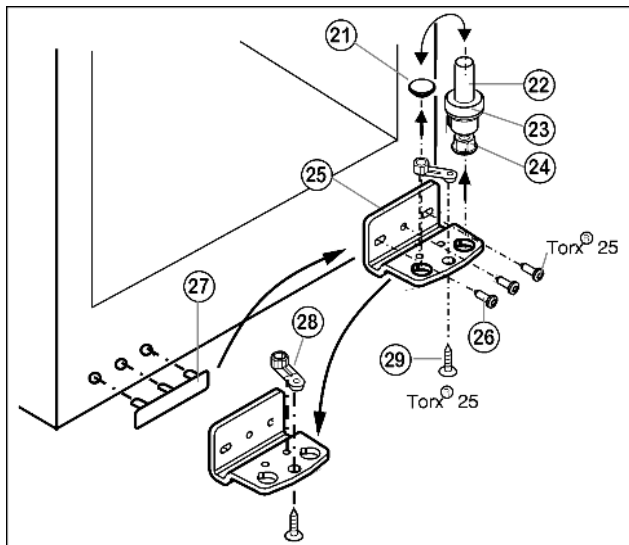

Fig. 6
- ▶ Extraiga el perno de cojinete Fig. 6 (22) completo, con arandela Fig. 6 (23) y pata de ajuste Fig. 6 (24), hacia arriba.
- ▶ Levante los tapones Fig. 6 (21).
- ▶ Desatornille el soporte de cojinete Fig. 6 (25) Fig. 6 (26).
- ▶ Desatornille la pieza de cojinete Fig. 6 (28) Fig. 6 (29) y cámbiela al orificio de alojamiento opuesto del soporte de cojinete, volviéndola a atornillar.
- ▶ Desmonte la cubierta en el lado del tirador Fig. 6 (27) con cuidado y cámbiela al lado opuesto.
- ▶ Vuelva a atornillar el soporte de cojinete Fig. 6 (25) en el nuevo lado de la bisagra **(con 4 Nm) para fijarlo**; dado el caso, utilice un destornillador de batería.
- ▶ Vuelva a colocar el tapón Fig. 6 (21) en el otro agujero.
- ▶ Vuelva a colocar el perno de cojinete Fig. 6 (22) completo, con arandela y pata de ajuste. Preste atención a que el saliente de retención esté orientado hacia detrás.
- ▶ Coloque la puerta desde arriba sobre el perno de cojinete inferior Fig. 6 (22).
- ▶ Coloque el soporte de cojinete superior (12) en la puerta en el nuevo lado de la bisagra.
- ▶ Atornille el soporte de cojinete superior (12) **(con 4 Nm)** para fijarlo (2 Torx® 25) (13). Dado el caso, grabe los agujeros de tornillo o utilice un destornillador de batería.
- ▶ Coloque la cubierta (10) y la cubierta (11) en el lado opuesto, respectivamente.
- ▶ Dado el caso, alinee la puerta a través de los dos agujeros oblongos en el soporte de cojinete inferior Fig. 6 (25) a ras de la carcasa del aparato. Para ello, desenrosque el tornillo intermedio.